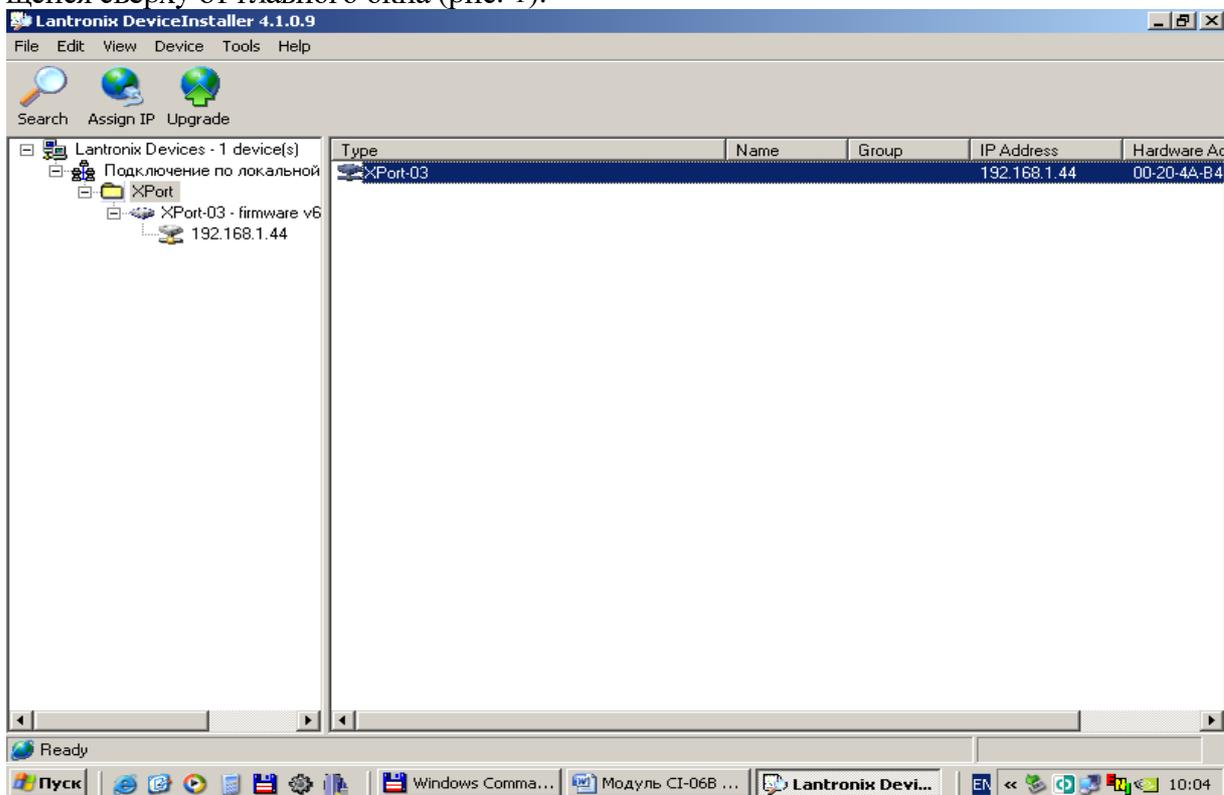

Рис. 1. Главное окно со списком найденных устройств
1) Щелкнуть левой кнопкой мыши на выбранном модуле CI-06В в главном окне программы и выбрать пункт «Assign IP» на панели команд, находящейся сверху от главного окна (рис. 1).